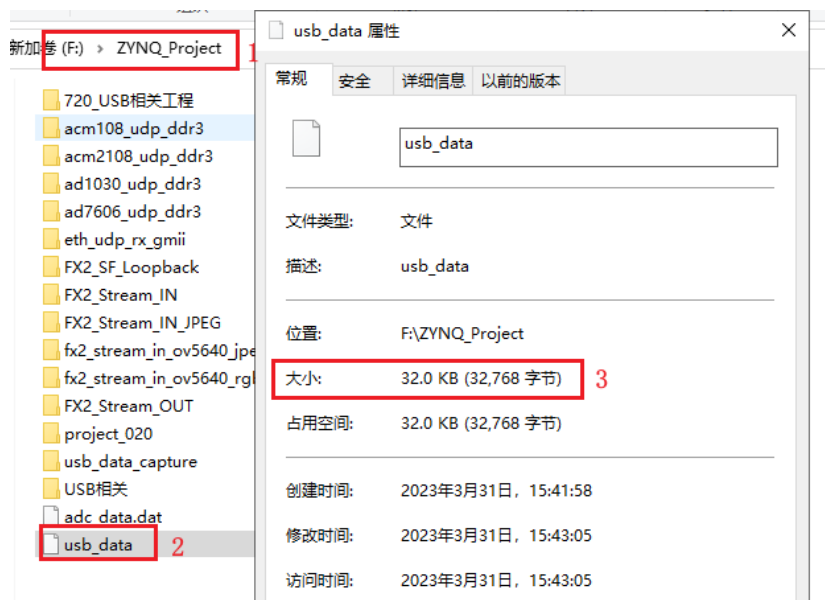

图 1-21 查看接收文件大小
10. 我们根据前面第 8 步设置的文件路径，找到数据文件，然后右击选中属性，查看文件大小，如下图 1-21 所示。从图中可以看出，文件大小为 32768 字节，符合我们之前设置的采样数量的大小。